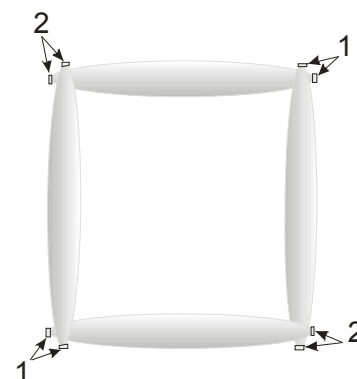

Рис. 4.7
4.10 Перекрытие ЗО при установке с поворотами рубежа, например как условно изображено на рис. 4.7, достигается тем же методом (см. п. 4.9).